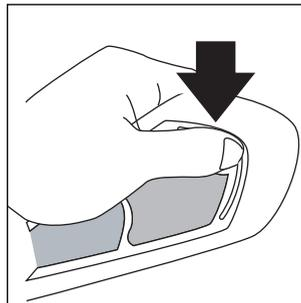

Abb. 18
- 3) Dann die Lasche oben am Rahmen andrücken (Abb. 18).